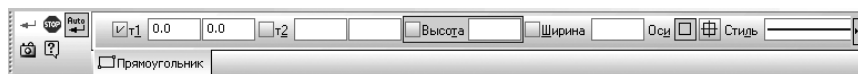

Рис. 1.74. **Панель свойств: Прямоугольник по центру и вершине**
- щелкните на **Компактной панели** по кнопке **Геометрия**, а затем по кнопке – **Прямоугольник**. Немного задержите на этой кнопке курсор, и далее, удерживая нажатой левую кнопку мыши, переместите указатель на кнопку **Прямоугольник по центру и вершине**, если он не установлен в начале расширенной (всплывающей) панели, а затем отпустите кнопку. Кнопка **Прямоугольник по центру и вершине** переместится на панель инструментов. Одновременно появится соответствующая ей **Панель свойств: Прямоугольник по центру и вершине** (рис. 1.74);